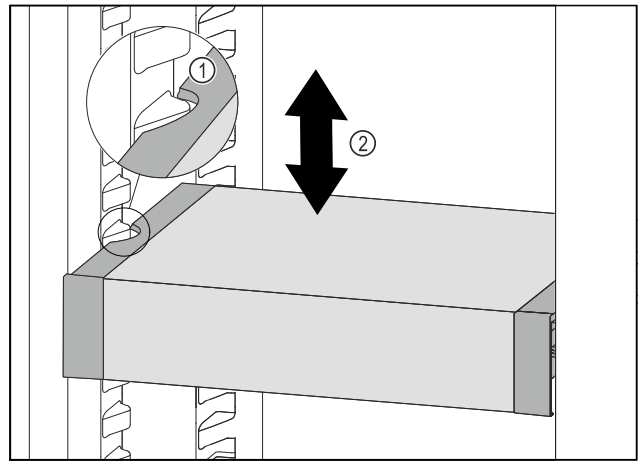

Fig. 93
- VarioSafe nach vorne ziehen, bis sich die seitlichen Aussparungen des VarioSafes auf Höhe der Behälterrippe im Kühlteil befinden. Fig. 93 (1)
- VarioSafe im Kühlteil nach oben oder unten bewegen, bis gewünschte Höhe erreicht ist. Fig. 93 (2)